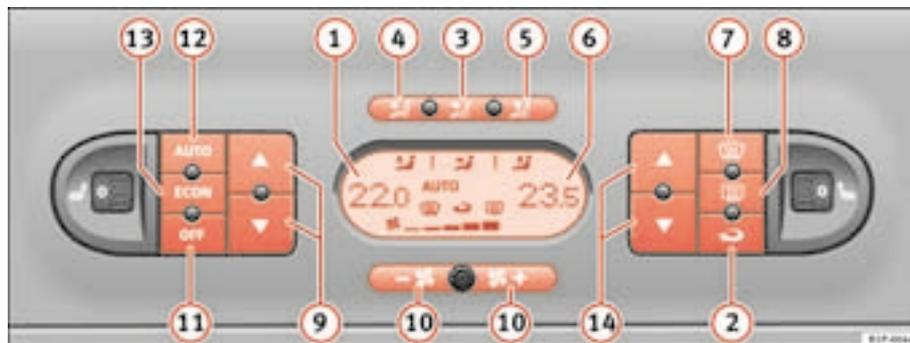

Fig. 109 Comandos do Climatic 2C no painel de instrumentos
- Para activar o modo manual, premir um dos botões ⇒ página 153, fig. 109 ③ ao ⑤, o botão **ECON** ou premir um dos botões do ventilador ⑩. O símbolo **AUTO** desaparece do visor.
- Premir o botão  ⇒ página 153, fig. 109 , para ligar e desligar o modo de recirculação do ar. Está ligada se no visor é apresentado o símbolo .